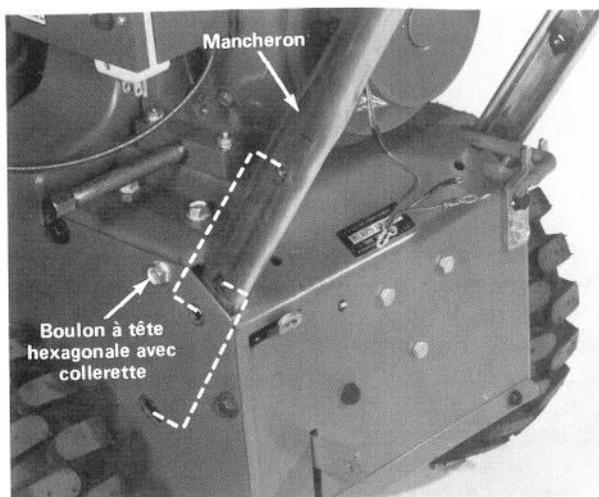

Figure 2
4. Reposez deux boulons à tête hexagonale avec collerette (qui tenaient les supports d'expédition) dans les trous des plaques latérales du boîtier de traction (Fig. 2). Ensuite, glissez les mancherons à l'intérieur des plaques latérales et alignez tous les trous (Fig. 2).